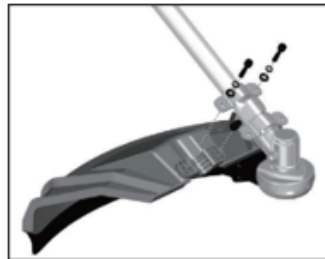

Fig.3-1
1. Platzieren Sie den Schutz auf dem Zubehör. (Abb. 3-1)